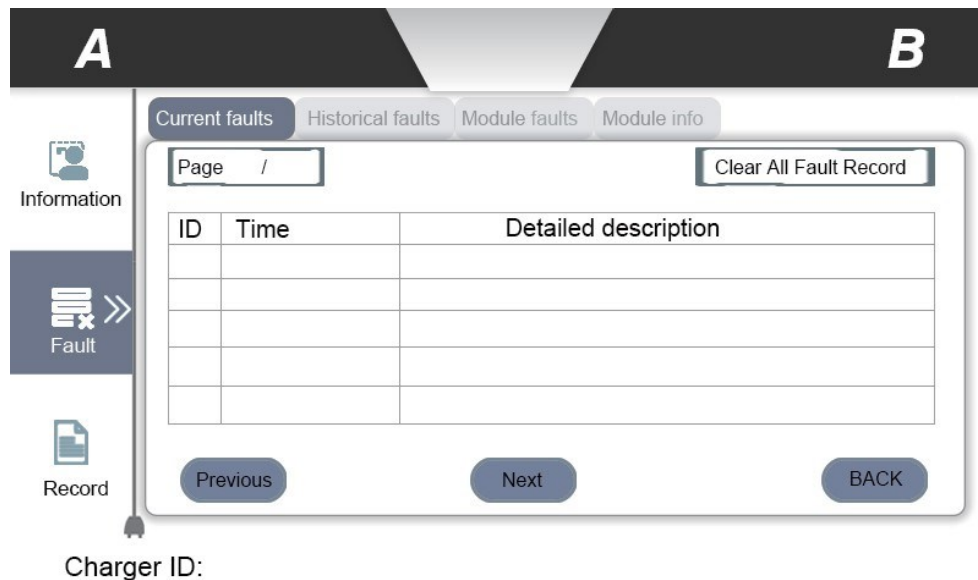

Fig. 1-8 Exibição de Falhas
■ Se o processo de carregamento falhar ou o equipamento falhar, a imagem exibida na tela LCD será mostrada na Fig. 1-8.